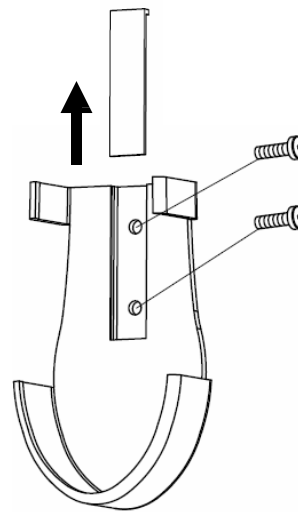

Fig. 11a
2. Enlevez le cache des vis, installez le support à l'aide des 2 vis puis remettez le cache en place. (Fig.11a).